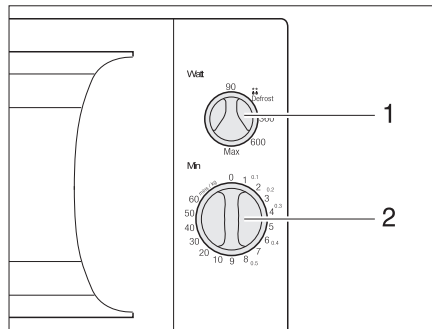

Fig. 127 Elementos de mando del horno microondas
- Seleccionar la potencia con el regulador giratorio (Fig. 127,1).
- Seleccionar el tiempo de cocinado con el regulador giratorio (Fig. 127,2). Comienza el proceso de cocinado.